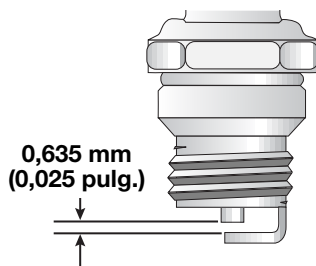

Fig. 40
3. Cambie las bujías que estén rajadas, sucias o deterioradas. Fije la separación de aire a 0,635 mm (0,025 pulgadas) utilizando un calibrador (Fig. 40).